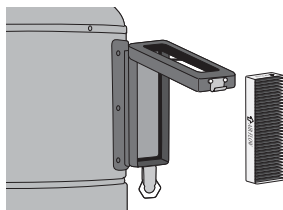

figure 11
2. Retirer le filtre usagé, et le jeter (**figure 11**).